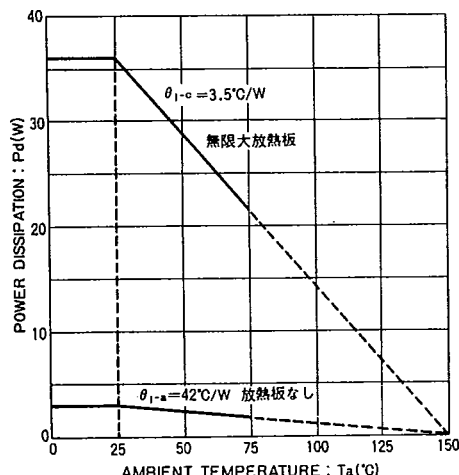

Fig.1
* $T_a=25^\circ\text{C}$ 以上で使用する場合は、電力軽減曲線 (Fig.1) を参照すること